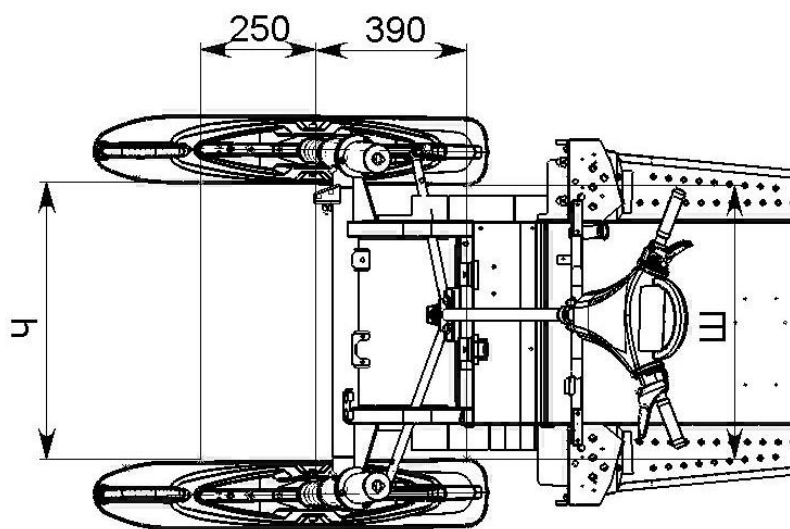

Рисунок 50 – Регулировка схождения лыж
- вращением рулевых тяг добейтесь, чтобы при положении лыж "прямо-вперед" расстояние Ч (рисунок 50) между передними частями лыж было больше на  $14 \pm 4$  мм, чем расстояние Ш между задними частями лыж ( $Ч-Ш = 14 \pm 4$  мм);